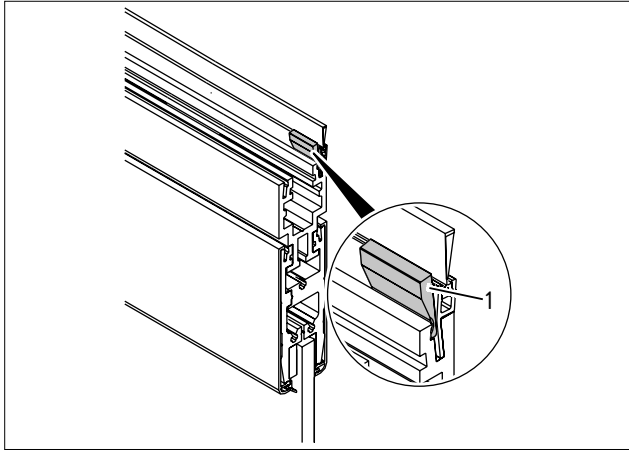

Abb. 37 Bürstendichtung verkeilen
6. Bürstendichtung verkeilen (Abb. 37/1).